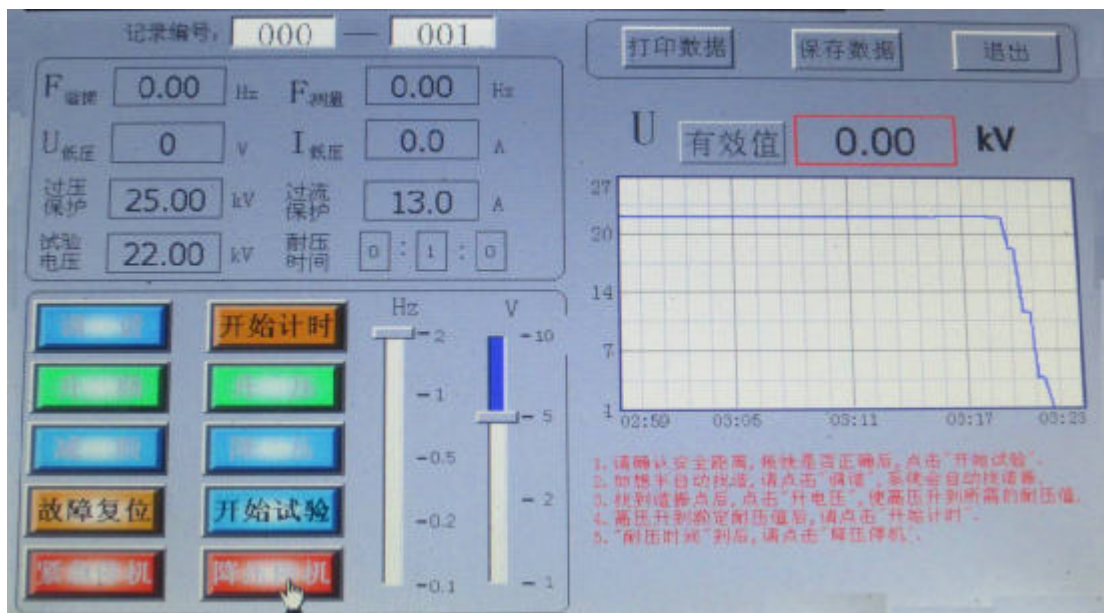

图 12
- **手动试验：**当“试验参数”设置完时，点击“手动试验”，进入“手动试验”界面，显示界面如图 12 所示。